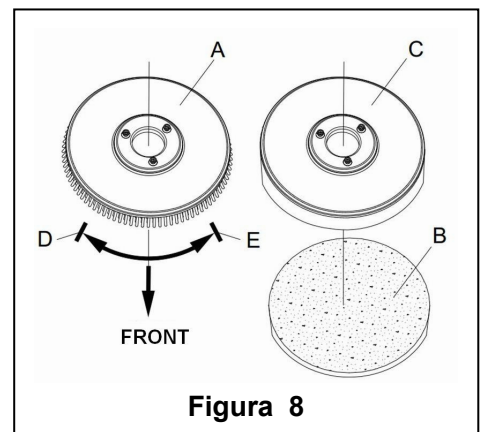

Figura 8
De acordo com o tipo de chão a ser limpo, deve instalar o suporte da escova (Figura 8, A) ou da almofada (Figura 8, B e C).
1. (Só aplicável para **AS430B** e **AS510B**): certifique-se que o interruptor (41) está na posição de desconexão (O).
2. Pressione o guião (2) para levantar o corpo do tanque (26).
3. Coloque o suporte de escova (A) ou almofada (B-C) debaixo da caixa.
4. Utilize o guião (2) para baixar o corpo do tanque (26) para entrar em contacto com o suporte da escova ou almofada.
5. Para instalar o suporte da escova/almofada automaticamente, mude o interruptor de energia (41) para a posição "I" e pressione o interruptor de segurança (1). Empurre gentilmente a máquina para a frente para permitir que a roda no fundo do corpo do tanque se alinhe com o suporte de escova ou almofada, ficando bem instalado. Se necessário, repita este procedimento até o suporte de escova/almofada estar completamente instalado.
6. Se o Passo 5 acima for difícil de completar, utilize o método manual seguindo a seta (D) para instalar o suporte de escova/almofada (como mostrado na Figura 8).
7. Para descarregar o suporte de escova/almofada automaticamente, mude o interruptor de energia (41) para a posição "O". Utilize a sua mão para segurar o guião, e pressione a máquina para baixo até que a roda guia toque no chão e o suporte de escova/almofada fique no ar. Mude o interruptor de energia (41) para a posição "I", e pressione o interruptor de segurança para girar o suporte de escova/almofada até que caia no chão.
8. Se o Passo 7 acima for difícil de completar, utilize o método manual de girar o suporte na direcção oposta ao encaixe, e poderá retirá-lo (como mostrado na Figura 8).